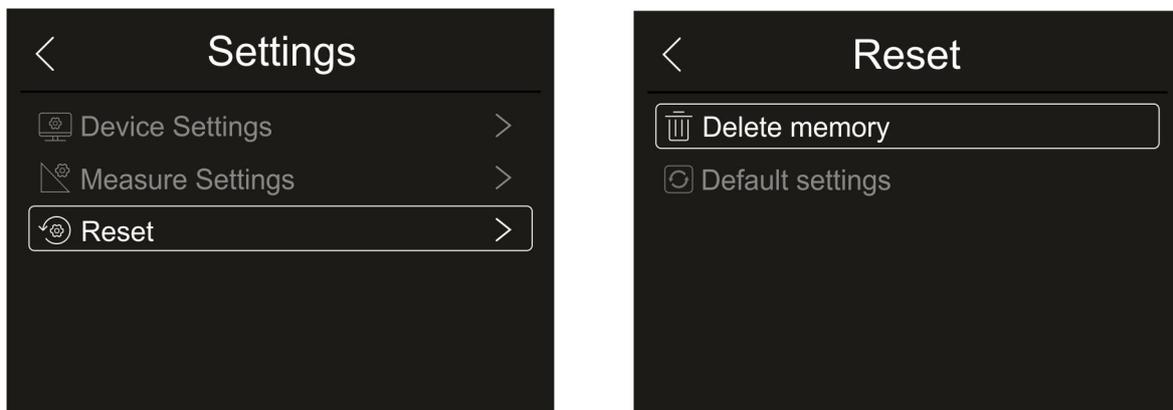

Fig. 30: Menu Reset do equipamento
1. Clique em “Reset”. O ecrã da Fig. 30 - lado direito é exibido no dispositivo. Clique no símbolo “Delete memory”. O seguinte ecrã de confirmação é exibido: